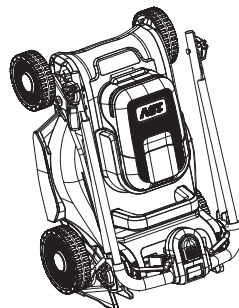

Fig. 27
10. Ranger la tondeuse à gazon à plat ou en position verticale (Fig. 27).